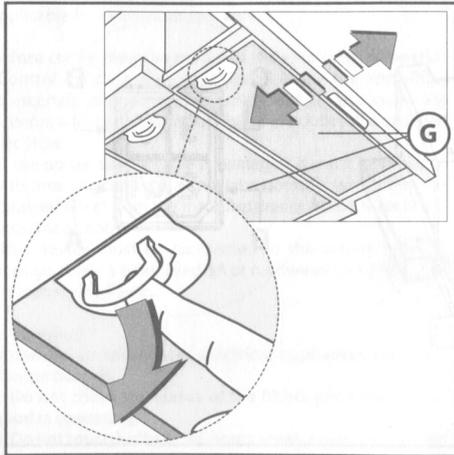

Fig.4
• Минимальная дистанция между опорной нагревающейся плоскостью и нижней частью кухонного дымохода должна быть не менее 65 см. Если применяется соединительная труба из двух и более частей, то верхняя часть должна располагаться снаружи нижней части. Не соединять выгреб из вытяжки с каналом циркуляции горячего воздуха или с каналом, используемым для отвода дыма от устройств, запитываемых иной энергией кроме электрической. Перед тем как приступить к сборке устройства, для облегчения его монтажа отсоедините фильтр/жироулавливающий фильтр (Рис.4).